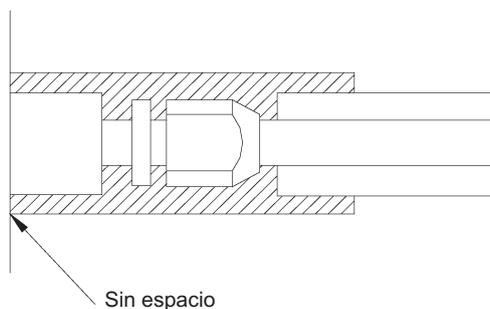

Fig.7
2. Las juntas de la unidad interior se deben envolver en material aislante y no puede existir gas en la junta de la unidad interior, como indica la Fig.7.